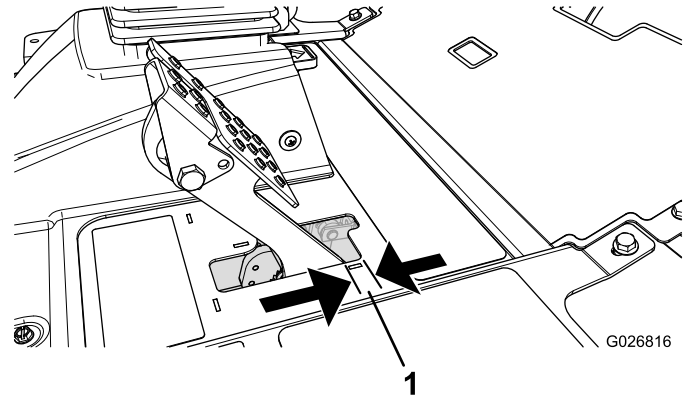

Figure 97
Régalez les freins si la garde à la pédale de frein est supérieure à 2,5 cm ou si la force de maintien offerte est insuffisante (Figure 97). La garde est la distance parcourue par la pédale de frein avant que le freinage soit ressenti.
2. Serrez l'écrou arrière afin de pouvoir déplacer le câble en arrière jusqu'à obtention d'une garde de 6 à 13 mm, avant le blocage des roues (Figure 97).